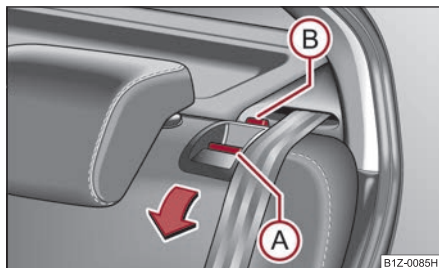

Fig. 83 Deblocarea spătarului
- Apăsați butonul de deblocare A și pliați spătarul scaunului din spate ⇒ fig. 83.
- Asigurați-vă că punctul de culoare roșie (B) este acoperit ⇒ pagina 80, fig. 83.